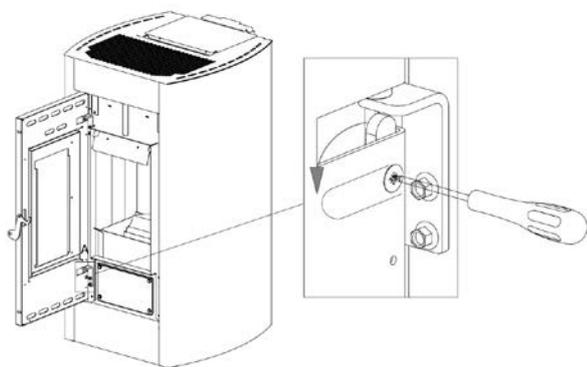

Fig. 32 - Rimozione viti
- Con un cacciavite ruotare la leva nel senso della freccia (vedi **Fig. 32**).